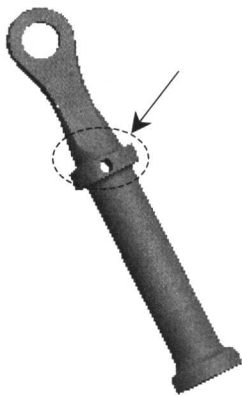
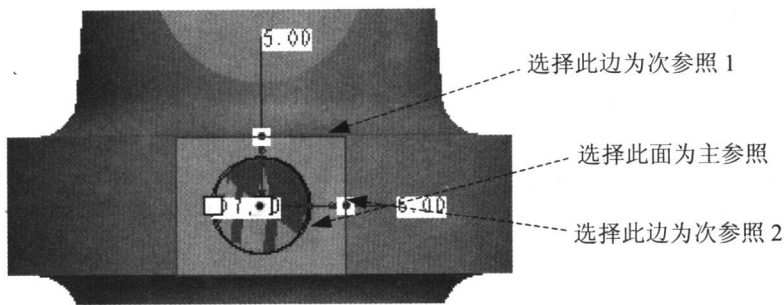
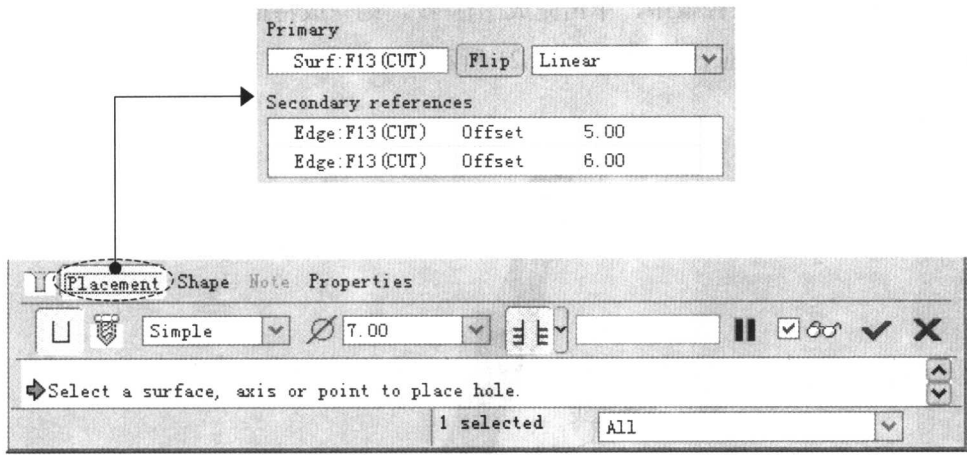

图 1.1.22
图 1.1.23
图 1.1.24
Step14. 添加孔特征。添加如图 1.1.22 所示的孔特征，相关操作如下。
(1) 选择 **Insert**  **Hole...**（孔）命令，或直接单击图标 。
- (2) 选取孔的类型：选取直孔类型 .
- (3) 定义孔的放置：主参照选取如图 1.1.23 所示的平面；放置类型为 Linear（线性）；次参照 1、次参照 2 如图 1.1.23 所示，偏移分别为 5 和 6。
- (4) 定义孔的直径尺寸：在直径图标  后面的文本框中输入直径值 7。
- (5) 定义孔的深度类型：在操控板中，选取深度类型为 （即穿透）。操控板设置如图 1.1.24 所示。